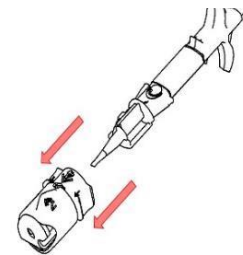

Fig. 3
7. Ziehen Sie den Adapter zusammen mit dem Drehring nach vorne ab (siehe "4" in Fig. 3) und entsorgen Sie beide Teile.